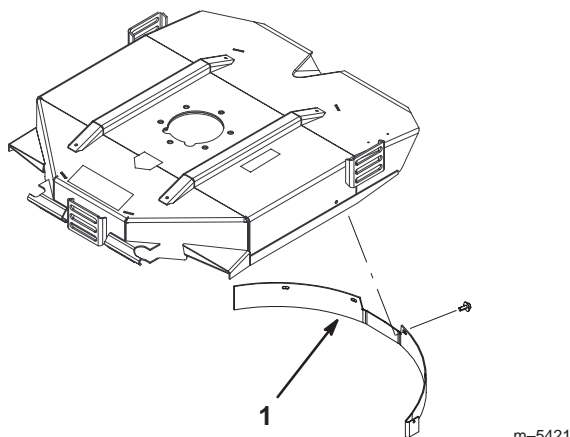

Figure 5
2. Mettez en place le déflecteur de broyage dans l'ouverture arrière et fixez-le avec les 5 vis à collerette (Fig. 5).